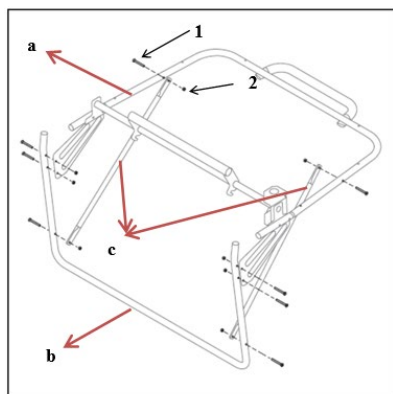

Fig.7J
1. Assemblare la struttura del telaio rotante (a), il telaio di fissaggio inferiore (b) e il rinforzo diagonale (c) utilizzando piccole viti a testa piatta con intaglio a croce (1, M5\*32) e un dado esagonale di bloccaggio (2, M5) come mostrato in Fig.7J.